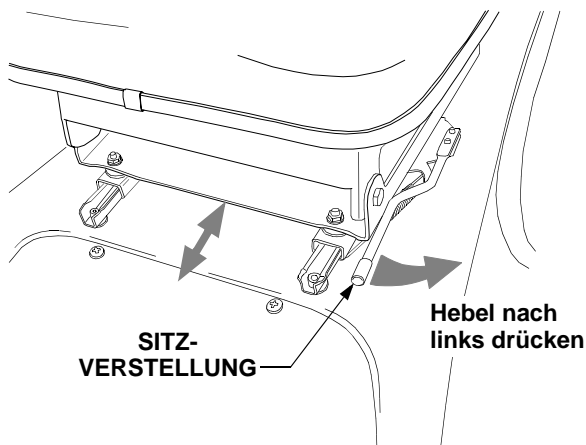

Abbildung 25
- Anschließend den Hebel wieder freigeben, so dass der Sitz einrastet. Den Sitz etwas vor oder zurückbewegen, um sicherzustellen, dass er eingerastet ist. Siehe Abbildung 25.